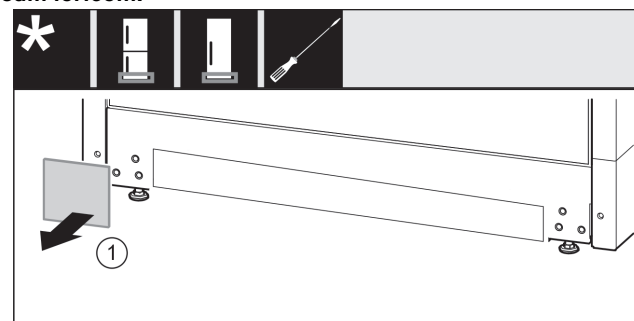

Fig. 47
- ▶ Noņemiet pārsegu Fig. 47 (1).